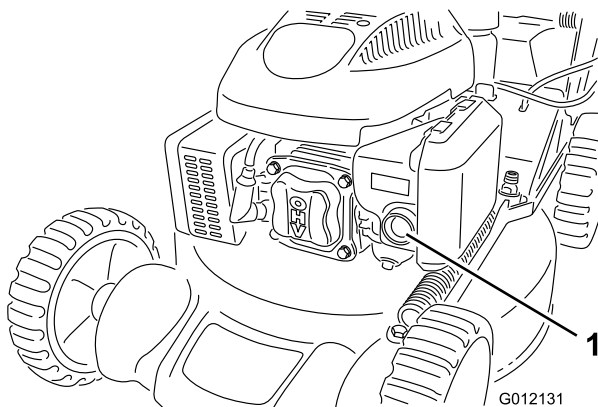

Figura 11
1. Con il pollice, spingete tre volte lo starter con forza, lasciandolo inserito ogni volta per un secondo prima di rilasciarlo (Figura 11).